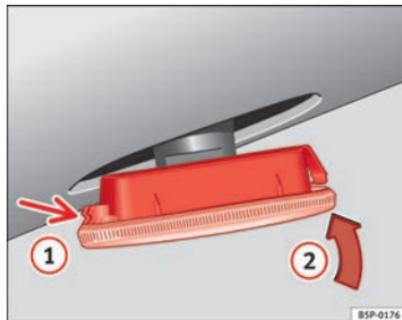

Abb. 155 Seitliche Blinker
- Setzen Sie den Blinker durch Einrasten der Halterungen ① ⇒ Abb. 155 zuerst in die Aufnahme in der Karosserie und anschließend in Pfeilrichtung ② ⇒ Abb. 155 ein.